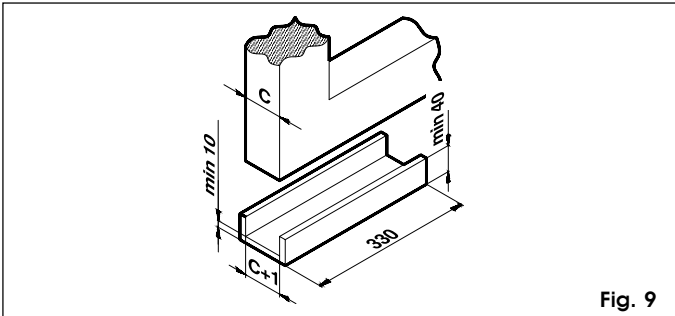

Fig. 9
- reperire un profilato ad U di dimensioni come da fig. 9;